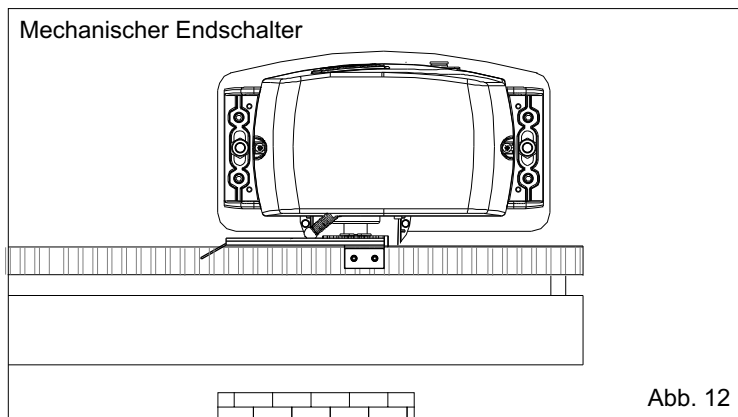
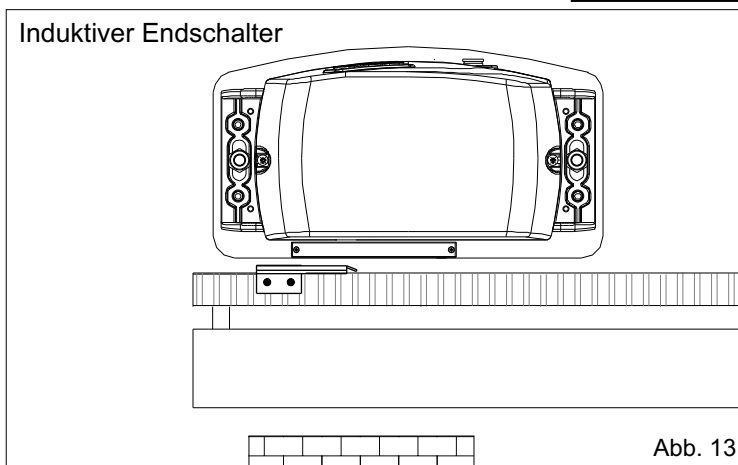

Abb. 12
Abb. 13
- Das Plättchen auf der Zahnstange so positionieren, dass der Endschalter (Metallblättchen bei mechanischen Endschaltern (Abb. 12); Anzeigepfeil bei induktiven Endschaltern (Abb. 13)) im oberen Bereich dem Punkt X entspricht, der sich 50 mm von der geknickten Seite des Plättchens befindet (Abb. 14) und mit den mitgelieferten Schrauben befestigen (Abb. 15).